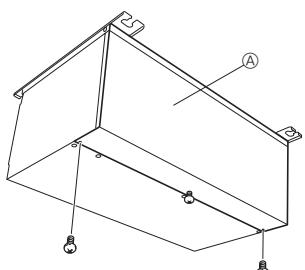

Fig. 9-1
- 1. Βγάλτε τις βίδες του καλύμματος. (Fig. 9-1)